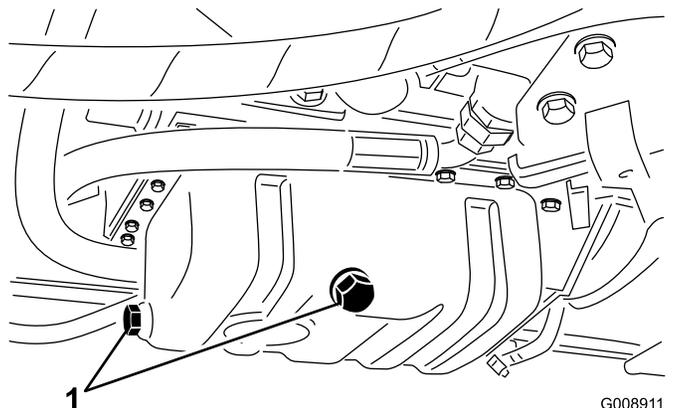

图 70
3. 拆下任一排油塞 图 70 让油流入放油盘当油停止流动时安装排油塞。